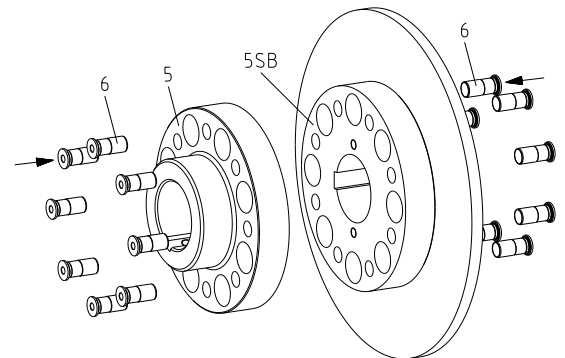

Bild 15
- Treiben Sie die Buchsen (Bauteil 6) mit leichten Schlägen in die kleineren Bohrungen der Naben Teil 5 (Bauteil 5) bzw. Teil 5SB (siehe Bild 15).